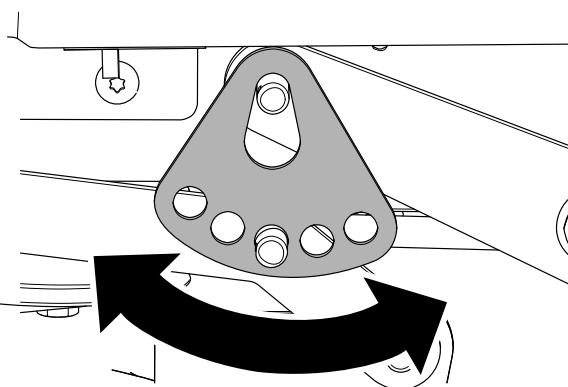

Рисунок 70
- Поверните пластину высоты скашивания для совмещения с другим отверстием так, чтобы она выдерживала вес деки газонокосилки после того, как вы установите ее (Рисунок 70).
- Установите шайбу и шплинт (Рисунок 70).